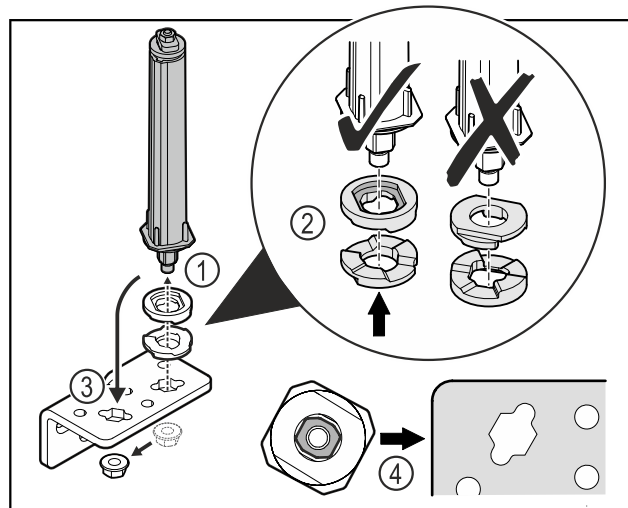

Fig. 31
- Mutter lösen und Türschließsystem entfernen Fig. 31 (1).
- Auf die korrekte Ausrichtung der Höhenverstelleisen achten Fig. 31 (2).
- Türschließsystem im Scharnierwinkel umsetzen und mit der Mutter fixieren Fig. 31 (3).
- Beim Einsetzen auf die korrekte Ausrichtung des Türschließsystems achten Fig. 31 (4).